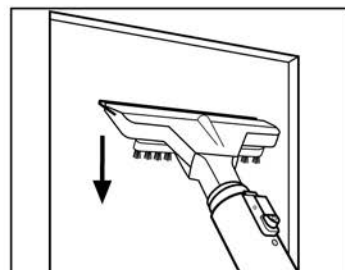

Fig. 11
- premere la racca in gomma sulla superficie ed aspirare l'acqua presente eseguendo dei movimenti rettilinei verticali verso il basso (**Fig. 11**).